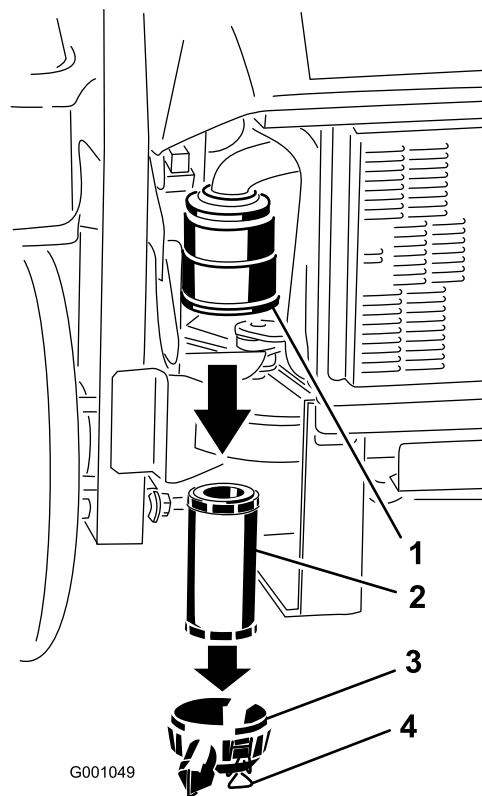

Figure 43
3. Ouvrez les verrous du filtre à air et séparez le couvercle du corps du filtre (Figure 43).
5. Sortez l'élément filtrant du corps du filtre avec précaution (Figure 43). Évitez de cogner l'élément à l'intérieur du corps.